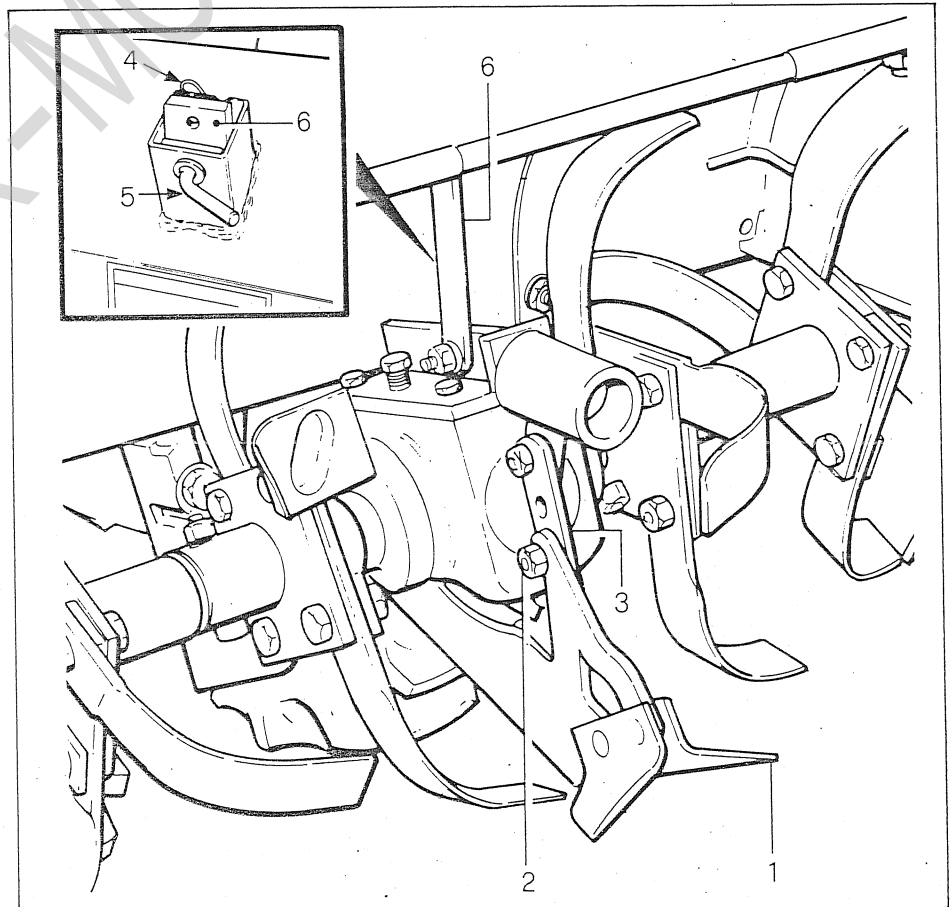

Fig. 22 - Bild 22
Zur Einstellung der Arbeitstiefe der Hacken muss man auf die Neigung der Zentralschar wirken (siehe Bild 22, Detail 1).
Die Sicherungsklammer (Bild 22, Detail 4) lösen und Bolzen (5) entfernen. Die Haube heben oder senken bis ihre seitlichen unteren Bordkanten 2-3 cm über dem Boden stehen (die Hacken müssen in Hackenstellung sein). Die Haube wieder durch Einführen der Sicherungsklammer (4) mit der Bolzen (5) im betreffenden Loch der Regel- und Stützstange (6) blockieren.
The working depth of the hoes is adjustable through the lead angle of the central share (see fig. 22), item 1).
- **For depth be increased:** the share slant need be increased. This is done by taking out set screw (2) and moving up the guide rod until another hole is entered.
Caution — After varying the hoe-working depth, the hood distance from the soil should be adjusted. To do so, unloose spring pin (see fig. 22, item 4) and take out pin (5). Then move hood up or down until the side bottom edges will be 2 or 3 cm. for from the ground (hoes should be in the hoeing position). Secure the hood again by spring pin (4) and pin (5) which will be fitted into a matching hole in the hood support guide rod (6).
Pour régler la profondeur de travail des binettes, il y aura lieu d'agir sur l'inclinaison du soc central (fig. 22, rep. 1).
- **Pour augmenter la profondeur** il y a lieu d'augmenter la pente du soc, se qui se fait en enlevant la vis de fixation (2) et en poussant vers le haut le tige perforée (3) de réglage jusqu'à ce que l'orifice suivant soit engagé.
Attention — Après avoir modifié la profondeur de travail des binettes, il faut régler la distance du capot par rapport au sol. Enlever la goupille (figure 22 repère 4) et sortir le pivot (5), lever ou baisser le capot jusqu'à ce que les bords latéraux inférieurs se trouvent à 2 ou 3 cm du sol (binettes en position de travail). Bloquer le capot au moyen de la goupille (4) et de pivot (5) qui sera introduit dans le trou correspondant de la tige de réglage et de support du capot (6).
Adjustment procedure: remove screws (see figure 22, item 1) which hold the two side hoods (2) and (3) to the central part (4). Bring extension to the value desired and secure the side hoods again by screws (1) using the holes close to the welded nuts inside the hood. Just do the same as described to adjust lining-up (5).